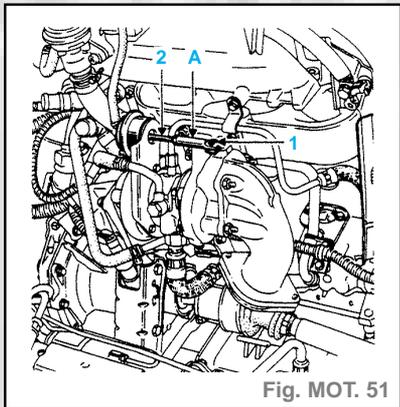

Fig. MOT. 51
- Lors d'un contrôle de la pression de calibrage on peut avoir à intervenir sur le réglage de la longueur de la tige de Wastegate (**A**) (pression hors tolérance) (fig. MOT. 51).
- Pour cela, dégager le clip (1) et la tige du bras de régulateur (**A**) (fig. MOT. 51).